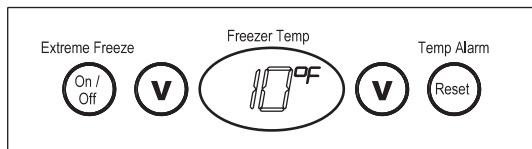

Figure 1
La température souhaitée à l'intérieur du congélateur peut être réglée à l'aide des boutons HAUT (%) et BAS (%) du tableau de commande situé sur la porte/le couvercle du congélateur. Appuyez une fois sur le bouton HAUT ou BAS pour afficher le réglage actuel. Vous pouvez alors utiliser les boutons HAUT et BAS pour régler une température qui vous convient mieux. Les réglages possibles vont de -24 °C à -12 °C, soit -10 °F à 10 °F (figures 1 et 2). L'affichage indique de nouveau la température de la caisse après cinq (5) secondes d'inactivité.